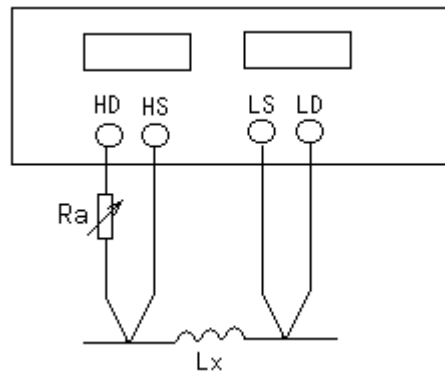
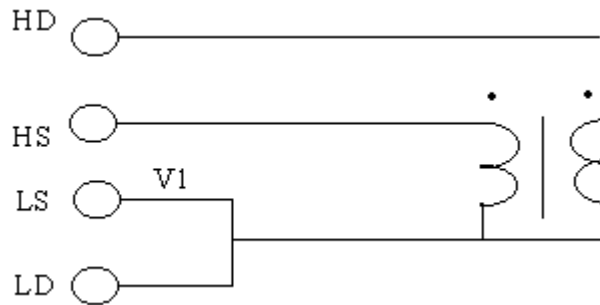

图 3-5 信号源内阻调节示意图
图 3-10 互感量的测量
2. 使用上图 3-5 所示的方法用户可自行调整信号源内阻以满足测试电流的要求，以达到不同仪器测试结果一致性。上图中调节电位器 Ra 使显示电流为需要值，此时可将 Ra 更换为一固定电阻。此方法可调节不同仪器测量的一致性。
互感量的测量。将变压器如图 3-10 连接，可直接测量互感量，测量时注意同名端的连接。
匝比的测量：YD2816 不能直接进行匝比的测量，需通过两步方可得到匝比，测量时将仪器显示状态设定为“V/I”，使显示器显示电压和电流值，首先按图 3-5 测量初级电压，记录下显示器 A 的电压读数 V1，然后 HD 与 LD 不动，将 HS 和 LS 接至次级，见图 3-10，记录下此时显示器 A 的读数 V2，根据 $N=V1/V2$ ，即可计算出匝比 N。